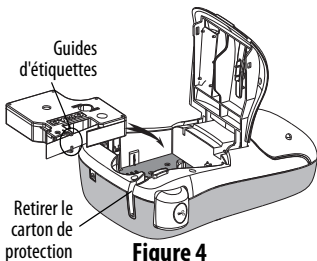

Figure 4
- 2 Avant d'utiliser pour la première fois l'étiqueteuse, retirez le carton de protection qui se trouve au niveau de la sortie des étiquettes. Voir Figure 4.